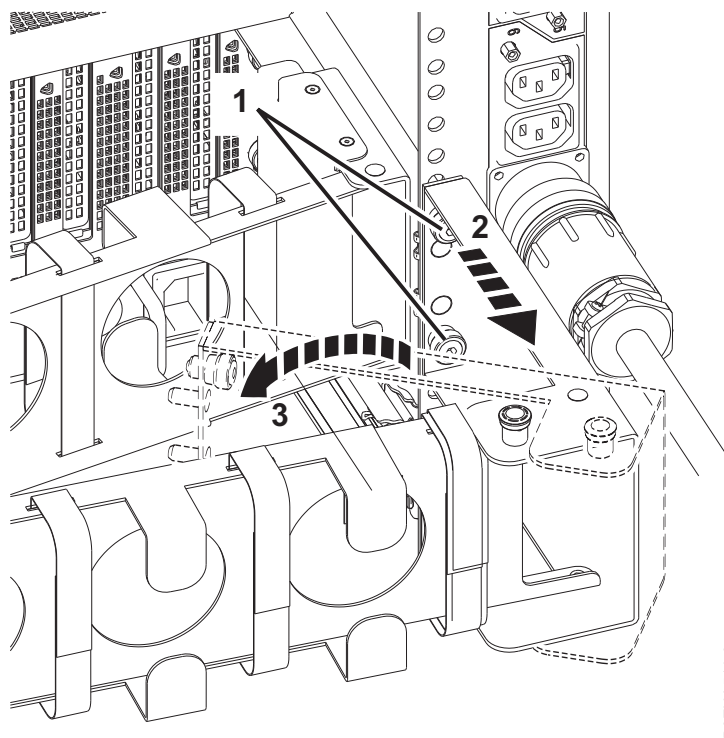

Figura 22. Etapas para fornecer liberação do cabo de linha em um sistema totalmente preenchido
- b. A partir da parte traseira do rack, afrouxe (mas não remova) os parafusos de cabeça (1). Consulte Figura 22.
- c. Puxe o suporte para organização de cabos em sua direção (2). Consulte Figura 22.
- d. Gire o suporte para organização de cabos para liberação (3). Consulte Figura 22.